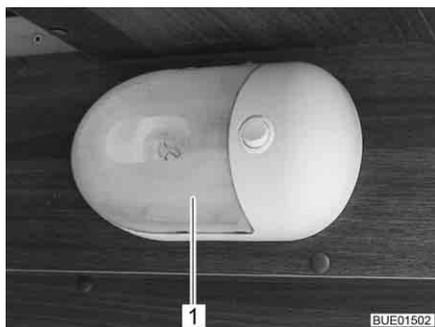

Fig. 267 Lampada a parete
- Comprimere leggermente sui due lati la copertura trasparente (Fig. 267,1), staccarla appena dall'interruttore e tirarla in avanti.